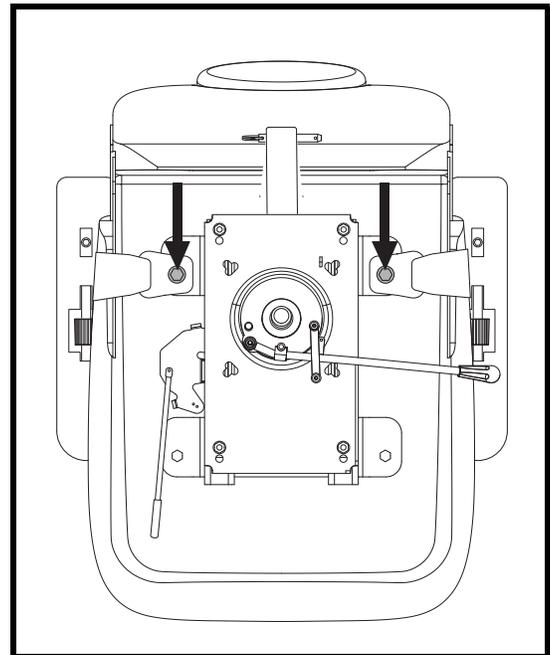

Abb. 18. Befestigungsschrauben des Rückhaltgurtes
2. Sitz umdrehen, um die Unterseite einzusehen. **Siehe Abb. 18.**